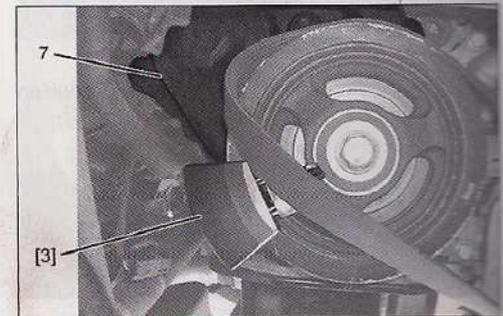

FIG. 12
- Girar hasta quitar la correa. Tener cuidado de no tocar el cárter de distribución (7) (Fig.12).